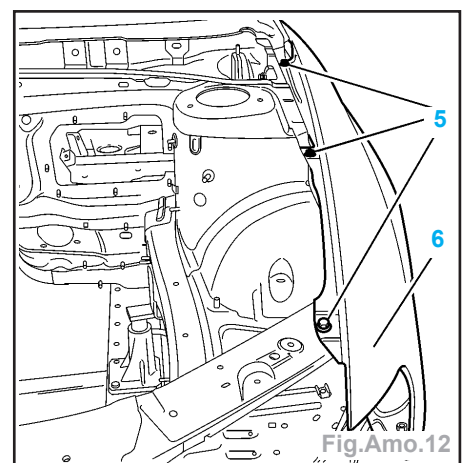
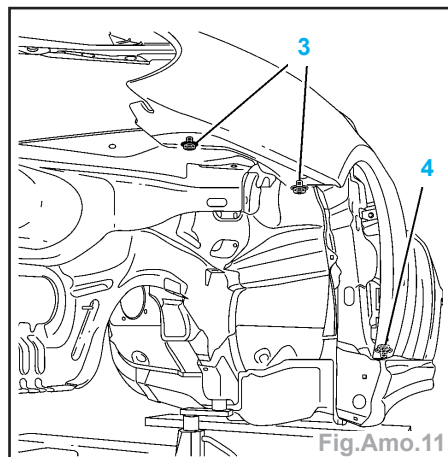

Fig.Amo.12
Fig.Amo.11
- Déposer le répéteur latéral (2).
- Déposer (Fig.Amo.11) :
- les fixations (3)
- la fixation (4)
- Déposer (Fig.Amo.12) :
- les fixations (5),
- l'aile AV (6).